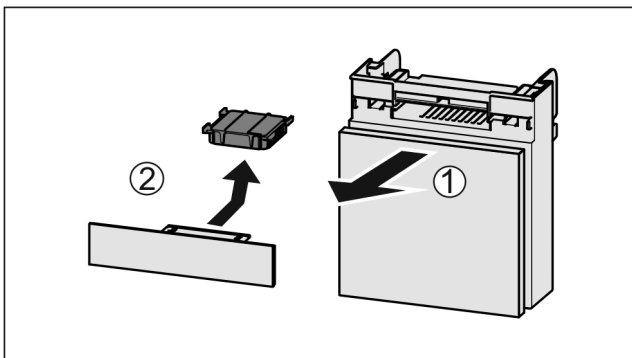

Fig. 91
- ▶ Extrageți Fig. 91 (1) compartimentul către în față.
- ▶ Scoateți Fig. 91 (2) filtrul de cărbune activ.